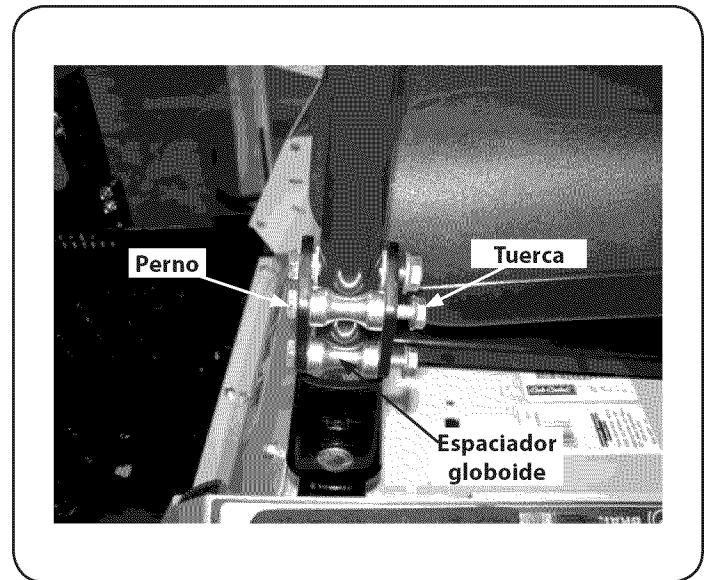

Figura 6
2. Desde afuera, inserte los pernos a través de los espaciadores globoides y los orificios del soporte de pivote. Fije con las tuercas de seguridad con brida. Vea la Figura 6.